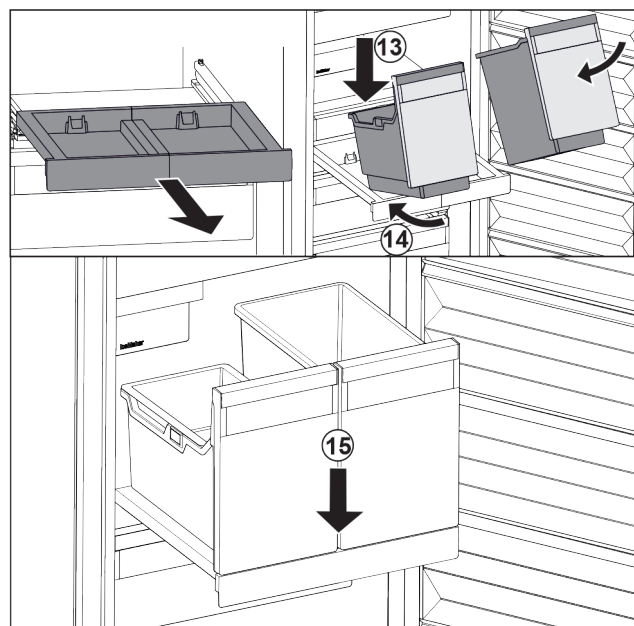

Fig. 24
- ▶ Założyć pojemnik pod skosem na wysuwaną półkę. Fig. 24 (13)
- ▶ Wsunąć pojemnik pod skosem do tyłu. Fig. 24 (14)
- ▶ Osadzić pojemnik z przodu. Fig. 24 (15)